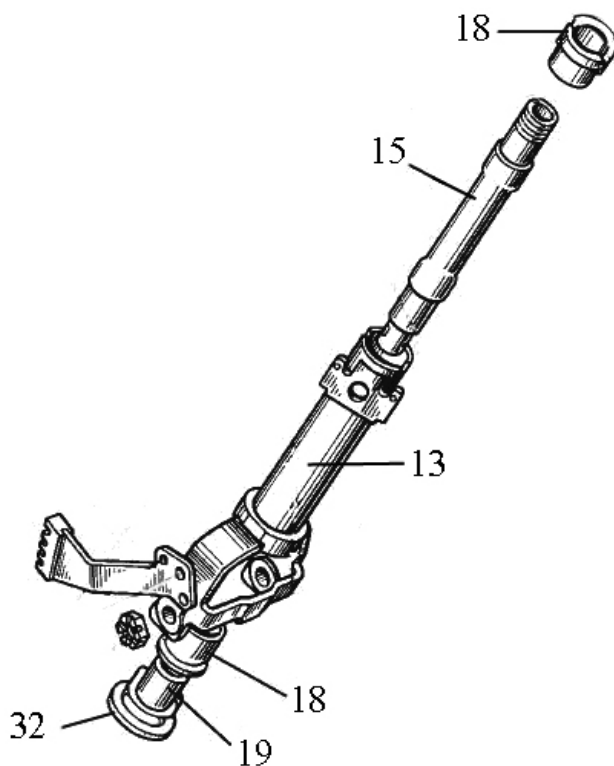

Рисунок 6.13
8) установите амортизаторы (18), (**рисунок 6.13**), до упора буртов амортизаторов, в верхний и нижний торцы трубы (13);